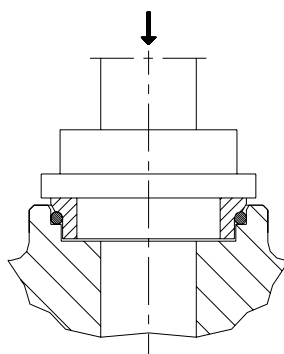

Fig. 7.1
In seguito collocare la parte fissa della tenuta facendo attenzione che il perno del coperchio di tenuta (09) combaci con la fresatura della tenuta, per fare ciò pressare a mano la parte rotante della tenuta servendosi di un cuscinetto di plastica, PVC, PTFE, nella parte a contatto con la superficie lappata, vedi Fig.7.1.
Alloggiare la parte rotante della tenuta (08) nel rotore (21), per fare ciò pressare a mano la parte rotatoria della tenuta servendosi di un cuscinetto di plastica, PVC, PTFE, nella parte a contatto con la superficie lappata. Vedi Fig. 7.1.